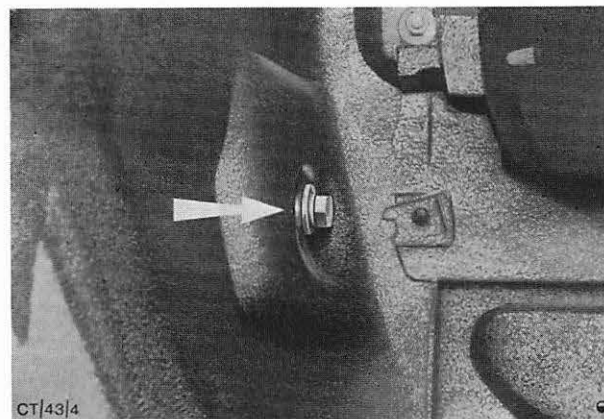

Abb. 16 Befestigungsschraube – Stoßfänger am Kotflügel (Ansicht unter dem Radkasten).
4. Stoßfänger mit Haltern kompl. in Einbaulage bringen und an den Längsträgern und Kotflügeln, Abb. 16, befestigen.